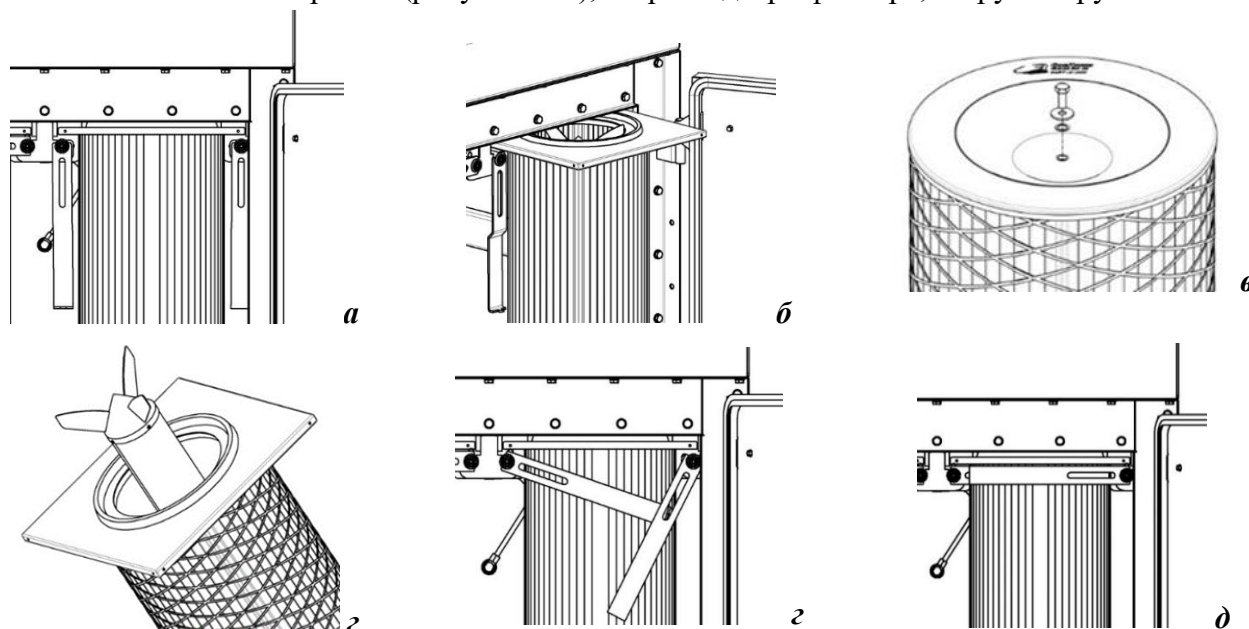

Рисунок 16
- 1) открыть дверь фильтра, предварительно открутив ручки, повернуть рычаги в положение «открыто», как показано на рисунке 16а, вытащить картриджи (рисунок 16б);
- 2) открутить на нижней крышке картриджа болт М 8х20 и снять вместе с шайбами, извлечь обтекатель (рисунок 16, в, г), повторить процедуру для оставшихся картриджей;
- 4) взять новый картридж, собрать с обтекателем, закрепить его болтом М 8х20 с шайбами, повторить действия для оставшихся картриджей, установить картриджи в фильтр, повернуть рычаги в положение «закрыто» (рисунок 16е), закрыть дверь фильтра, закрутить ручки.